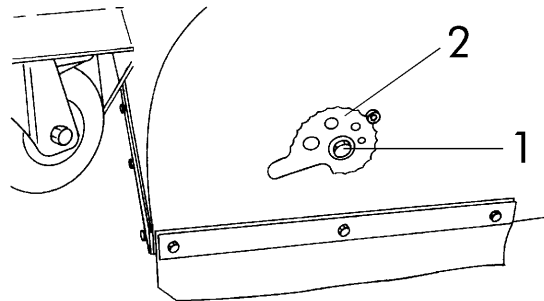

fig. 12
- Afloje los tornillos 1 (fig.12).
- Gire las levas 2 (fig.12) en el sentido contrario a las agujas del reloj en el lado derecho, y en sentido horario desde el lado izquierdo, prestando atención a la posición del pivote en la cubierta, que se adjunta a las levas, que detiene el cepillado central.
- Vuelva a apretar los tornillos 1 (fig.12).